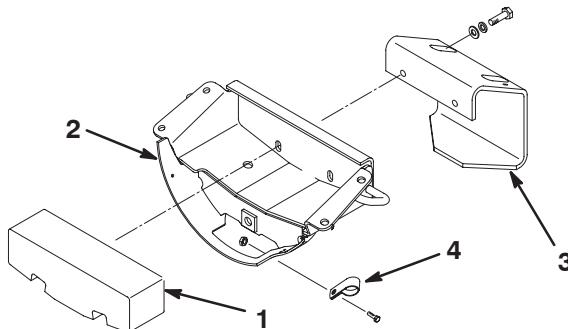

Bild 4
- Nehmen Sie die beiden Kopfschrauben (1/2 x 3/4 Zoll), die Sicherungsscheiben und Flachscheiben ab, mit denen der Heckballast an der Achsenstütze befestigt ist (Bild 4).